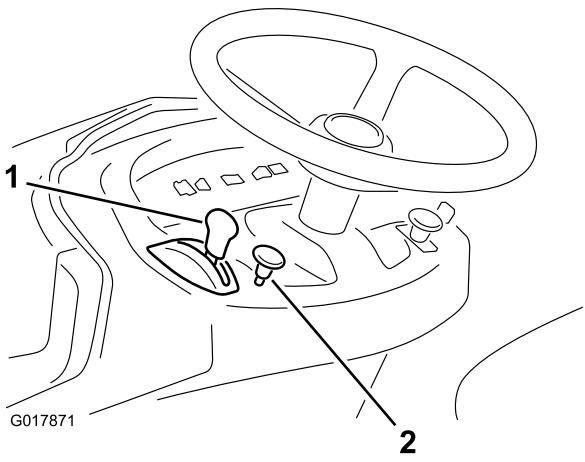

Figura 9
5. Si el motor está frío, tire hacia fuera del mando del estárter (Figura 9).
7. Cuando el motor arranque, mueva lentamente la palanca de control del acelerador a la posición de Rápido (Figura 9).
1. Mueva la palanca del acelerador a la posición de Lento (Figura 9).